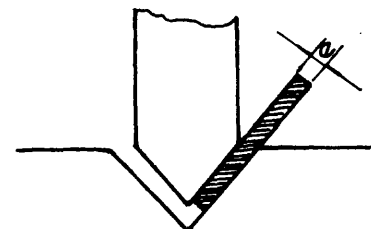

Fig. 3
- ___ f Accione lentamente el mecanismo que levanta la estampa, mientras comprueba con un trozo plano de la chapa a doblar, usando como calibre fijo, que quede entre estampa y matriz un espesor igual al de la chapa. Fije allí el tope de descenso (fig. 3).